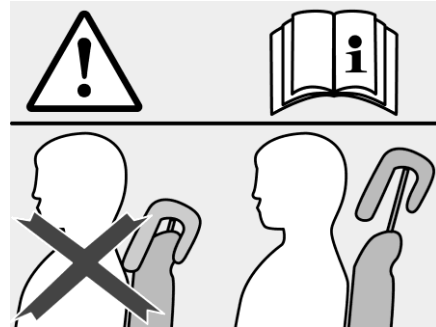

Fig. 18 Ajuste correcto de los reposacabezas
- Tirar hacia arriba o empujar hacia abajo el reposacabezas hasta que haya alcanzado la posición adecuada (Fig. 18).